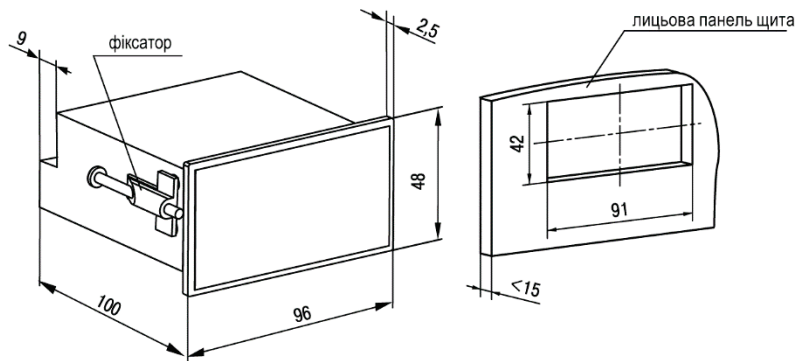

Рисунок 4.7 – Габаритні розміри корпусу Щ2
1. Підготувати на щиті керування місце для встановлення пристрою (див. *рисунок 4.7*).